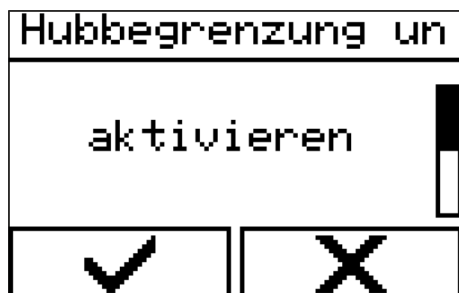

Abb. 100: Hubbegrenzung aktivieren
2. ➤ „Hubbegrenzung unten aktivieren“ (Abb. 100) auswählen.